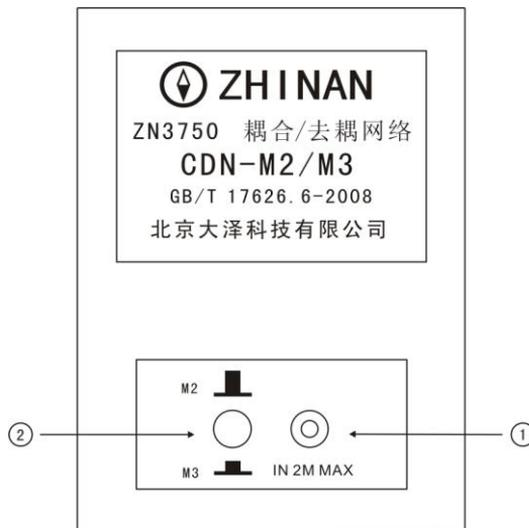
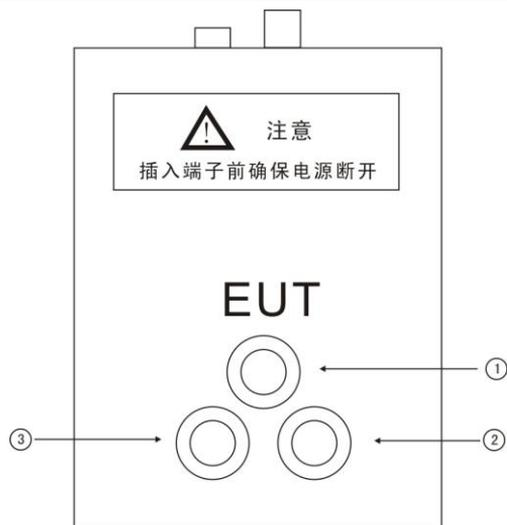
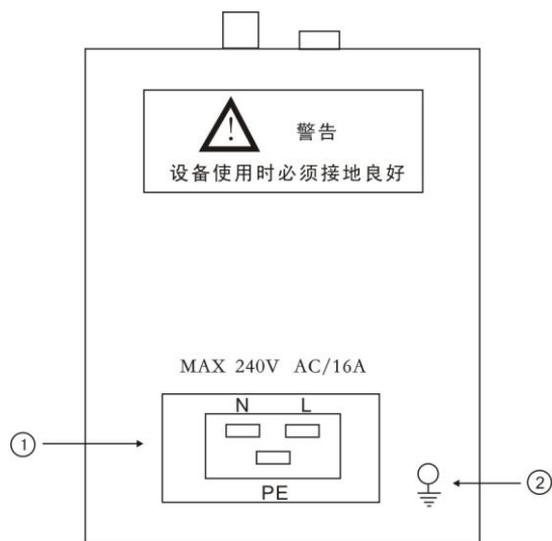

图 1 仪器的俯视图
图2 仪器的前面板
图3 仪器后面板
见：图 1 图 2 图 3
1.仪器的俯视说明 (见图 1)
①信号端口接头 为 BNC 50 Ω (连接测试仪器)
②按钮开关 CDN-M2;CDN-M3 转换开关
2.仪器前面板说明 (见图 2)
①PE 接被测设备的电源线的接地端 (黄色)
②L 接被测设备的电源线的火线-L 端 (红色)
③N 接被测设备的电源线的零线-N 端 (黑色)
3.仪器后面板说明(见图 3)
①AE 端口 CDN 网络的供电输入端
②接地端子